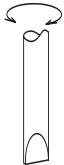

Figura 1
1. En la bolsa con los accesorios, encontrará un conector de plástico verde, tal como se muestra en la figura 1.
3. Con un destornillador pequeño de precisión, afloje los tornillos del conector lo suficiente como para que los extremos del cable entren en los orificios. [Figura 1]